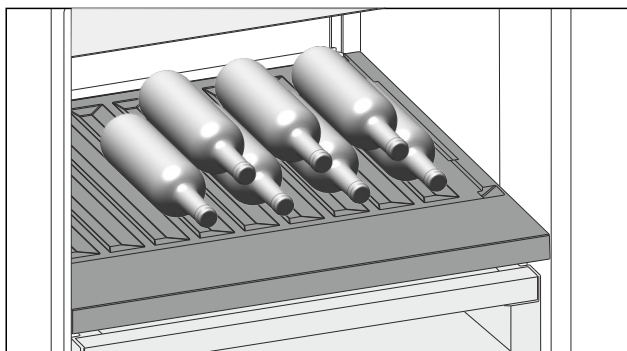

Fig. 87
- ▶ Wkładać butelki dnem ustawionym do tyłu, w kierunku ścianki tylnej. (patrz Fig. 87)